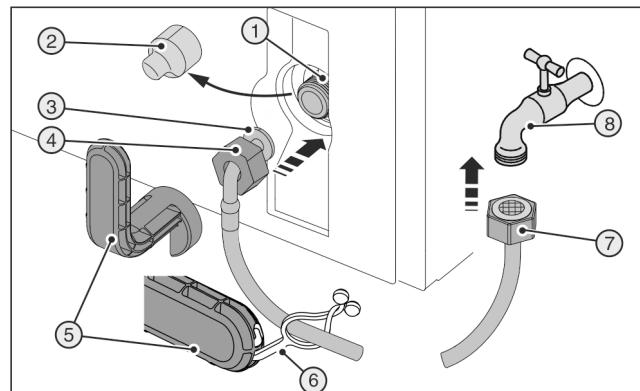
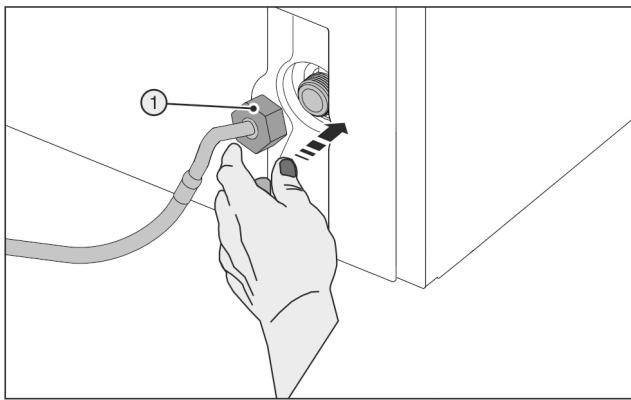

Fig. 45
Fig. 46
Zerbrochenes Hilfswerkzeug Fig. 45 (5)!
- Hilfswerkzeug Fig. 45 (5) ausschließlich bei Raumtemperatur verwenden.
- Abdeckung Fig. 45 (2) abziehen.
- Erleichterte Montage: Gerades Schlauchende Fig. 45 (7) nach links auf den Boden auslegen.
- Mutter Fig. 45 (4) über abgewinkeltes Schlauchende Fig. 45 (3) bis zum Ende schieben und festhalten.
- Mutter Fig. 46 (1) vorsichtig ansetzen und mit zwei Fingern gerade auf Gewinde schrauben, bis ein sicherer Sitz erreicht ist.
- Mutter Fig. 46 (1) mit Hilfswerkzeug Fig. 45 (5) im Uhrzeigersinn festziehen bis maximales Drehmoment erreicht ist und Hilfswerkzeug Fig. 45 (5) überdreht.
- Mutter *Fig. 45 (7)* auf Absperrhahn *Fig. 45 (8)* schrauben.
- Mutter *Fig. 45 (7)* mit Hilfswerzeug *Fig. 45 (5)* im Uhrzeigersinn festziehen bis maximales Drehmoment erreicht ist und Hilfswerzeug *Fig. 45 (5)* überdreht.
- Absperrhahn *Fig. 45 (8)* der Wasserzuführung öffnen und gesamtes Wassersystem auf Dichtigkeit prüfen.
- Lasche *Fig. 45 (6)* in Hilfswerzeug *Fig. 45 (5)* einhaken und zur Aufbewahrung am Edelstahlschlauch befestigen.